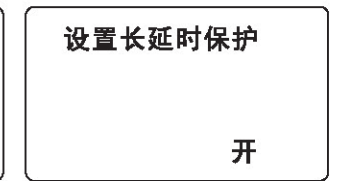

图8
- ◇进入“功能开关”时，如图8所示为功能开启或关闭调整，通过【↑】或【↓】可进行各功能参数调整；按【菜单】键确认同时进入下一级设置菜单，不需要调整的参数，直接按【菜单】键进入下一级参数，调整好所有参数后，按【菜单】键确认保存，不需要保存或者设置错误时，直接按【返回】键放弃参数设置。